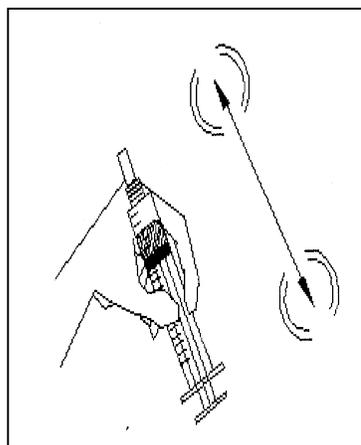

Figura 9
10. Agite la jeringa para permitir que se mezclen los reactivos, Al comenzar la reacción el gas que se genera moverá el émbolo hacia fuera. (Puede ser necesario ayudar al émbolo a salir, jalándolo suavemente). (Figura 9)